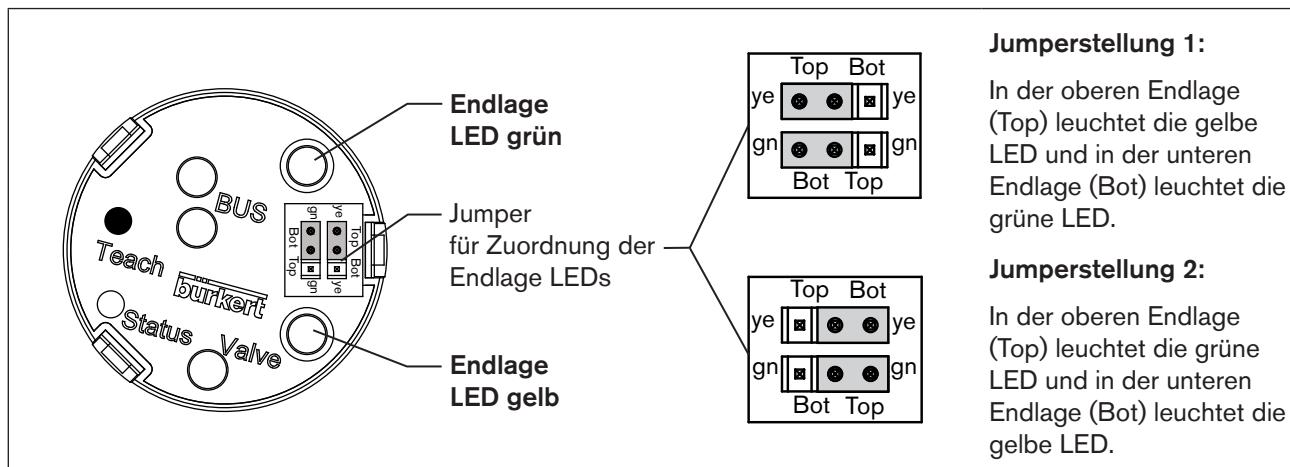

Bild 25: Beschreibung LED und Jumper - AS-Interface
- Mit Hilfe der Jumper den LEDs die gewünschte Farbe zuordnen (siehe „*Bild 25: Beschreibung LED und Jumper - AS-Interface*“).